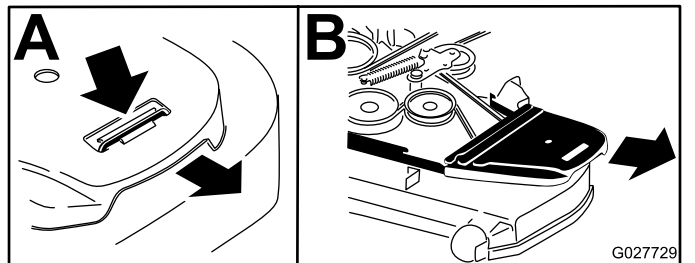

Figura 94
7. Retire a cobertura da correia de plástico (Figura 94).
6. Retire as coberturas da correia (Figura 94).